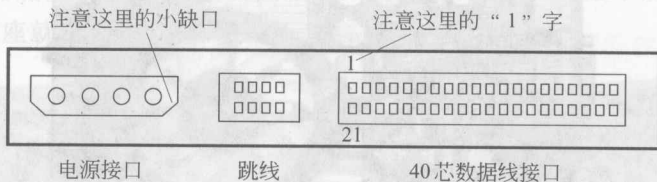

图 1-11 硬盘接口示意图
② 硬盘固定 硬盘在工作时其内部的盘片、磁头会高速相对运动,因此必须保证硬盘安装到位,确保固定。所以要用螺丝将硬盘固定在机箱 3 寸固定架上,注意有接线端口的那个侧面向里,另一头朝向机箱面板。一般硬盘面板朝上,而有电路板的那个面朝下。
③ 正确连线 硬盘连线包括电源线与数据线两条,两者谁先谁后无所谓。对于电源的连接,注意图 1-11 中电源接口上的小缺口,在电源接头上也有类似的缺口,这样的设计是为了防止电源插头插反了。至于数据线,现在有两种,早期的数据线都是 40 针 40 芯的电缆,而自 ATA/66 就改用 40 针 80 芯的接口数据电缆了,如图 1-12 所示。连接时,一般将电缆红线的一端插入硬盘数据线插槽上标有“1”的一端,另一端插入主板 IDE 口上也标记有“1”的那端,数据线容易插反,如果开机硬盘不转(听不到硬盘自检的响声),多半插反了,将其旋转 180°后插入即可。